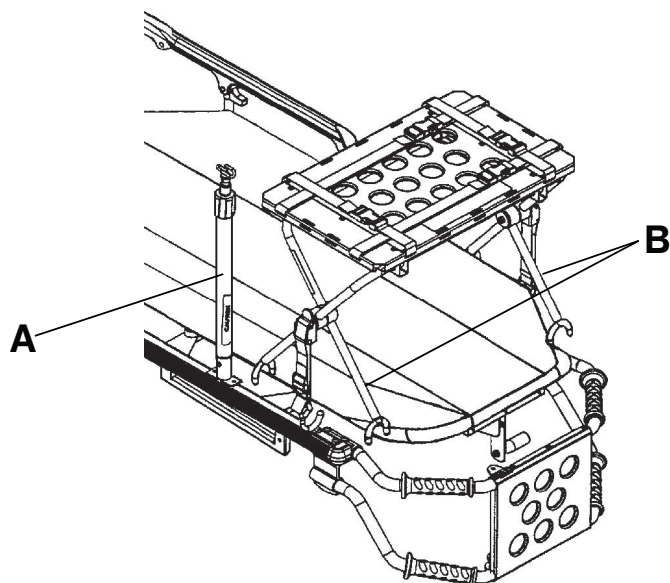

Figura 26 – Subir o suporte IV e posicionar o tabuleiro do desfibrilador (Modelo 6506 mostrado)
3. Se o produto estiver equipado com um suporte IV, eleve o suporte IV (A) até à posição superior (Figura 26).
5. Posicione as pernas interiores (B) da plataforma do desfibrilhador em direcção à extremidade do lado da cabeça do produto (Figura 26).